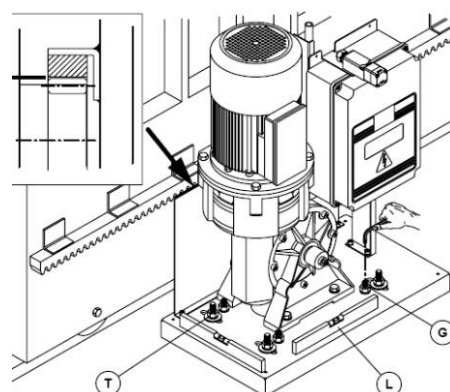

рис.10
После установки линейки необходимо отрегулировать зазор линейка звездочка (см. рис. 10).
- Закрепите 4 гайки (рис. 10 «Т»), которые фиксируют привод.
- Закрепите 4 контргайки на нивелировочных бесконечных винтах (рис. 10 «G»).